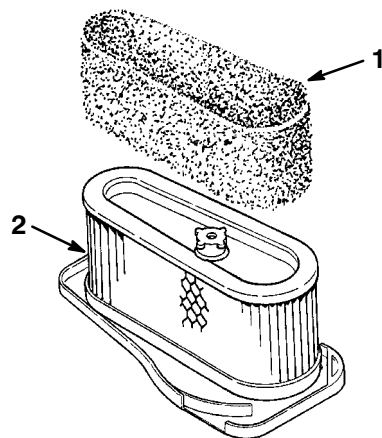

Bild 24
4. Schieben Sie den Schaumstoffeinsatz vorsichtig vom Papiereinsatz herunter (Bild 24).
- Schieben Sie das Schaumelement vorsichtig auf den Papiereinsatz (Bild 24).